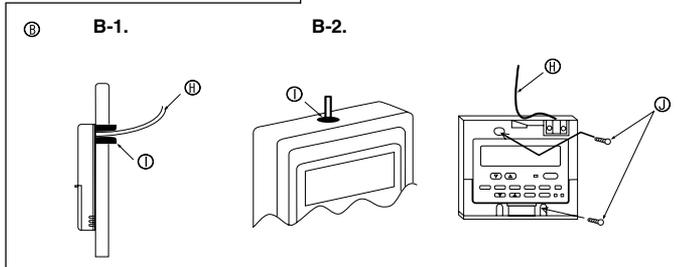

Fig. 6-3
(2) Sceller l'entrée de service du cordon de la télécommande avec du mastic pour éviter toute invasion possible de rosée, d'eau, de cafards ou de vers. (Fig. 6-3)
##### [Fig.6-3]